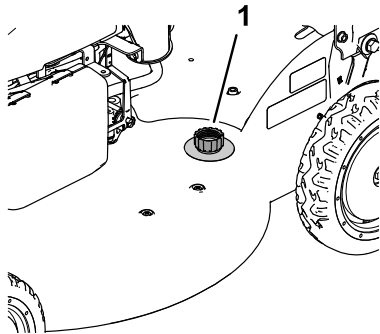

Figura 23
4. Conecte una manguera de jardín que esté conectada a un grifo al orificio de lavado (Figura 23).